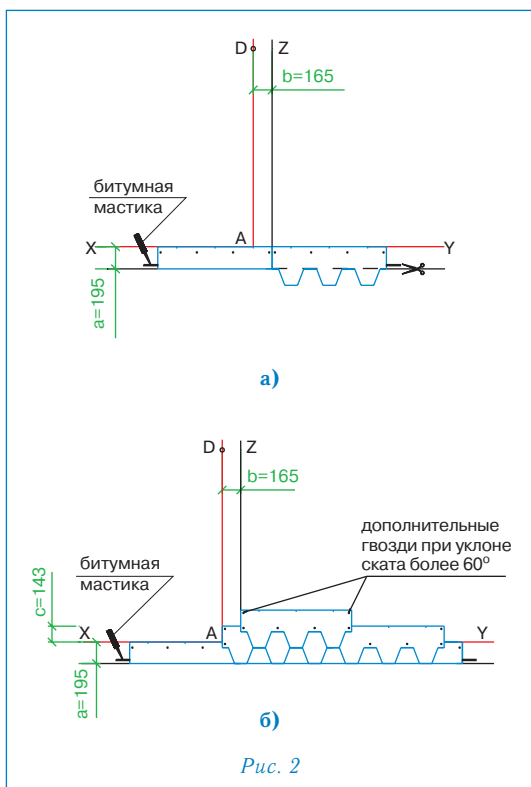

Рис. 2
### Укладка материала (рис. 2)
- Начальный ряд формируется из листов черепицы МОЗАИКА с обрезанными лепестками. Полученные таким образом полосы шириной 19,5 см укладываются по линии карниза в обе стороны от линии Z (рис. 2а) и фиксируются по нижнему краю битумной мастикой, а по верхней кромке 4 гвоздями (ось гвоздей на 5 см ниже верхнего края полосы);
- далее первый ряд черепицы укладывается от линии AD (рис. 2б);
- второй ряд укладывается от линии Z (со смещением 16,5 см от AD) (рис. 2б);